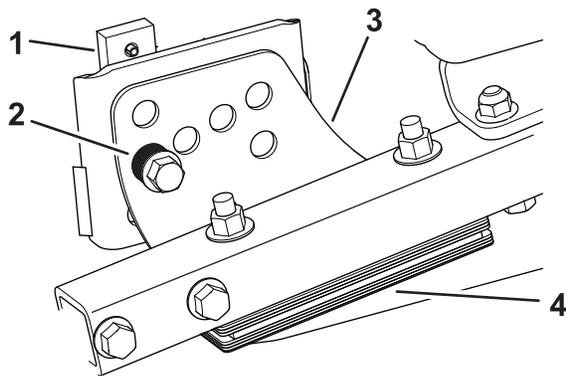

図 73
1. 刈り高ブラケット前、左、右のうち1つをデッキのフレームから外す図 73。
2. デッキフレームとブラケットとの間に厚さ 1.5 mm または 0.7 mm のシム、場合によってはこれらの両方を挿入して、希望する刈り高を達成する図 73。